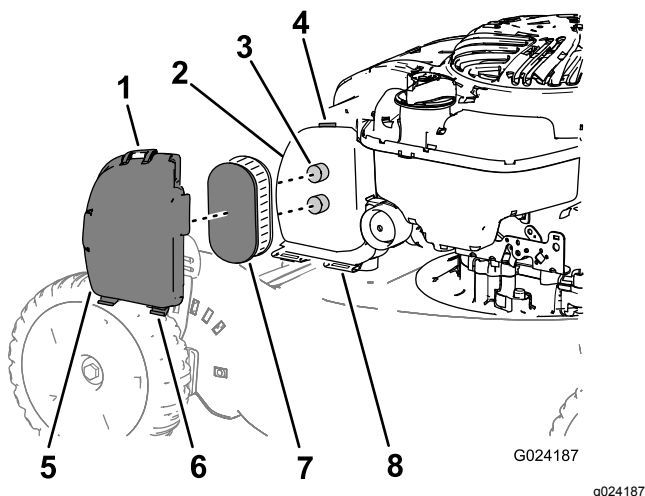

Figure 17
1. Appuyez sur la patte supérieure du couvercle du filtre à air (Figure 17) et ouvrez le couvercle.
2. Déposez l'élément du filtre à air (Figure 17).